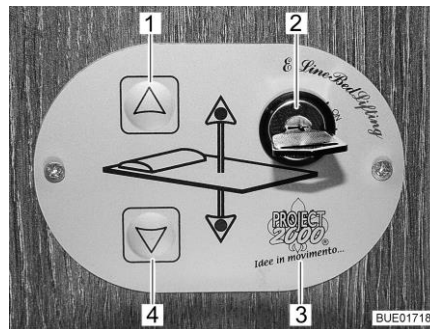
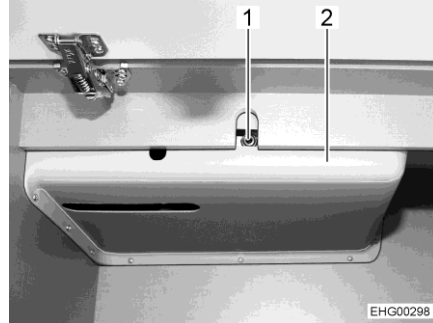

Fig. 100 Elemento di comando
Fig. 101 Accesso all'azionamento
È possibile abbassare o alzare il letto basculante tramite i tasti (Fig. 100,1 e 4) presenti sull'elemento di comando (Fig. 100,3). L'elemento di comando viene bloccato tramite l'interruttore a chiave (Fig. 100,2) per evitarne l'utilizzo accidentale.
- Ruotare la chiave dell'interruttore a chiave (Fig. 100,2) di 90° in senso orario. L'elemento di comando (Fig. 100,3) è attivato.
- Premere il tasto freccia (Fig. 100,4) e tenerlo premuto fino a quando il letto basculante raggiunge la posizione desiderata in basso.
- Premere il tasto freccia (Fig. 100,1) e tenerlo premuto fino a quando il letto basculante raggiunge la posizione finale in alto.
Se non si riesce più a spostare il letto basculante con i tasti freccia (Fig. 100,1 e 4), controllare per prima cosa il fusibile dietro il rivestimento (Fig. 101,2) (vedi paragrafo 9.10). Se il fusibile è a posto e ciononostante non si riesce a spostare il letto basculante, muoverlo manualmente.
- Inserire nell'alloggiamento del motore (Fig. 101,1) la manovella a disposizione o una chiave esagonale.